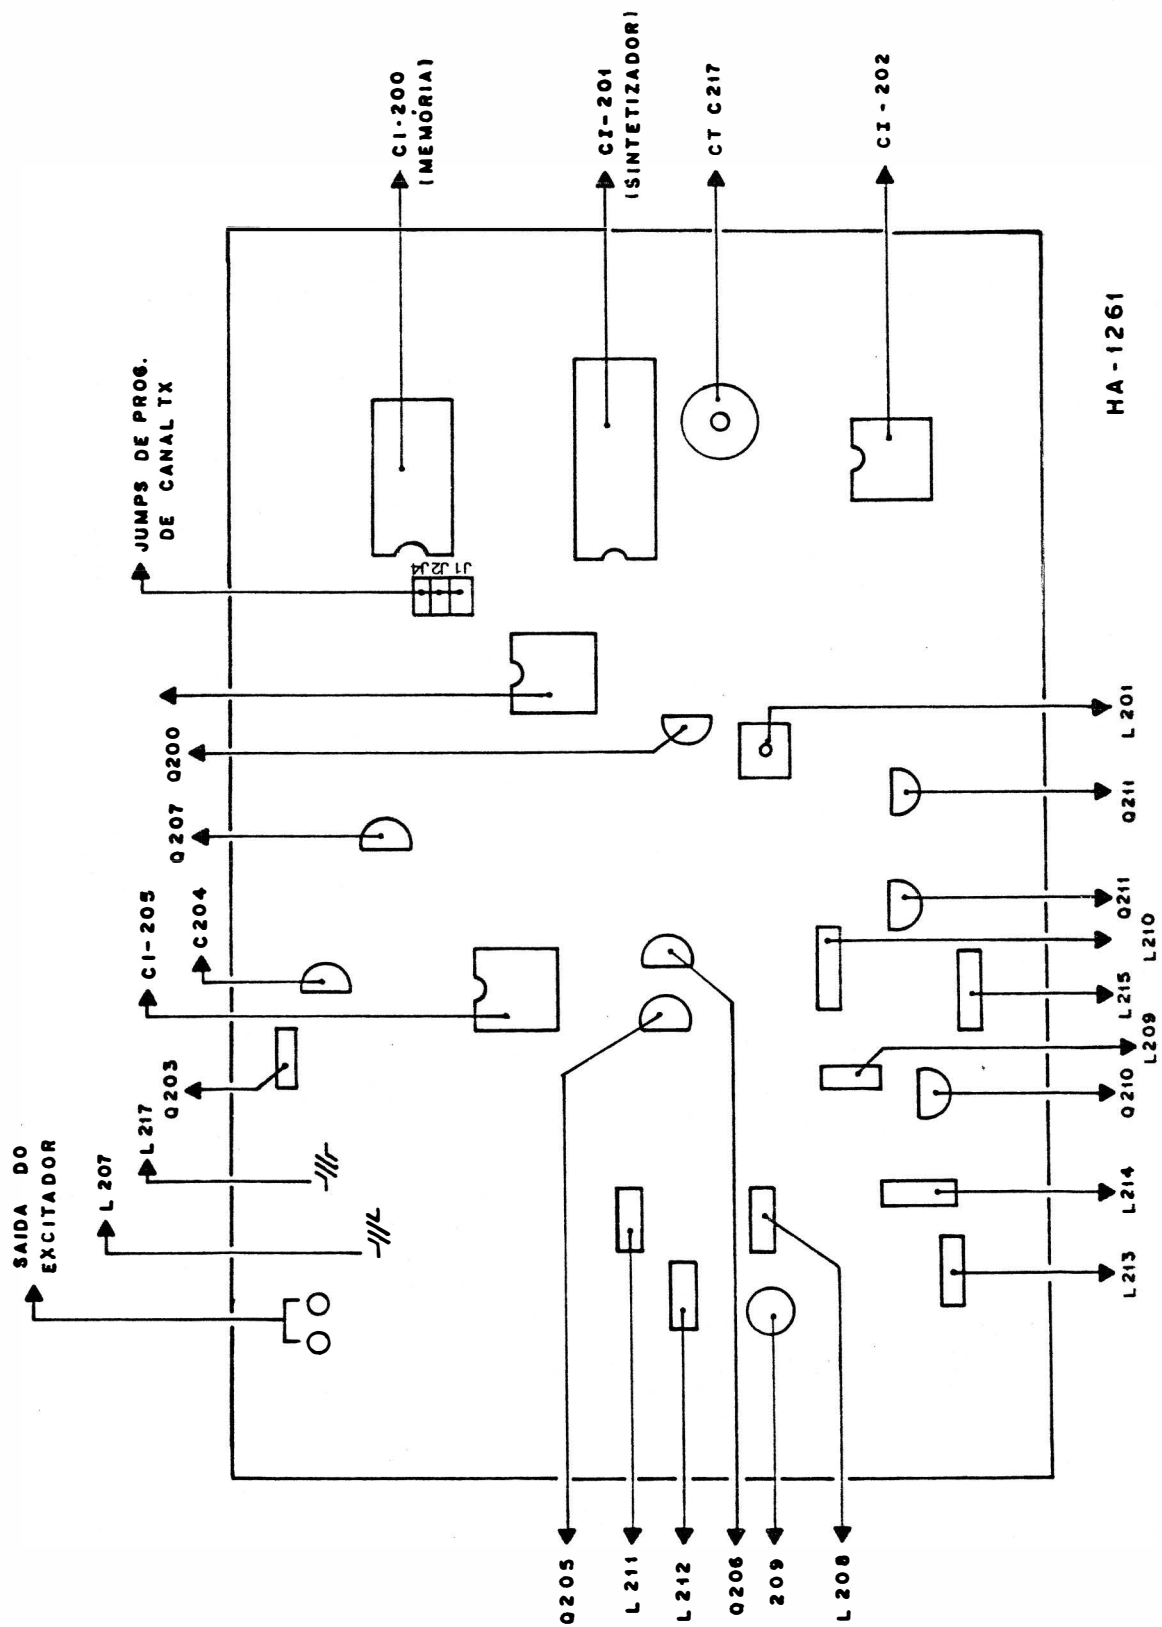
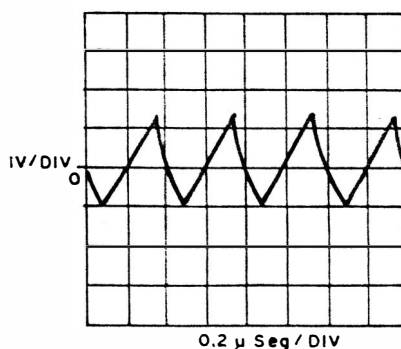

FIGURA 32 - REGUA HA-1261 TRANSMISSOR
FIGURA 37
→ Com o voltímetro digital conectado ao pino 8 do CI 202 (vide fig. 32), ajustar através de L 201 (vide figura 32) o valor de tensão de correção de VCO em 3,5 Vcc.
- Desligar a saída do excitador do estágio final, conectar o wattímetro (em série com a carga) à saída do excitador, acionar o transmissor (via tecla PTT) no canal intermediário e ajustar L210, L215, L209, L214, L213, L208, L212, L211, L207 e L217 (vide figura 32) para se obter a máxima potência de RF no wattímetro. Normalmente, a potência de saída do excitador varia de 2,7 a 3,5 W.
- Ajustar o trimmer C217 (vide figura 32) do oscilador de referência para se obter no frequencímetro a frequência exata do canal em operação.
- ▶ Com o voltímetro digital, medir a tensão de alimentação no pino 8 do CI 201 (vide figura 32). O valor medido deve ser de aproximadamente 5Vcc.
► Conectar o osciloscópio no pino 16 do CI 200 (vide figura 32). Pressionar a tecla PTT e verificar se ocorre a condição ilustrada no gráfico da figura 36.
► Com o osciloscópio conectado no pino 8 de CI-201 (vide figura 32), medir o nível comparando o nível medido com o nível indicado na tabela 05.
► Com o osciloscópio conectado nos pinos 2 e 3 do CI 203 (vide figura 32), acionar a tecla PTT e verificar o nível do sinal, comparando o valor medido com o valor indicado na tabela 08 e com a forma de onda ilustrada na figura 37.